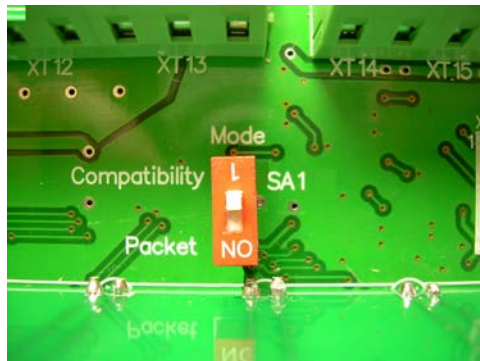

Рисунок 5.1 – Переключатель «Mode»
5.3 Для использования MP1 в качестве модуля, увеличивающего количество выходных устройств МВУ8, необходимо установить переключатель «Mode» внутри корпуса на нижней плате в режим «**Compatibility**» (см. рисунок 5.1), а далее подключить его в соответствии с п.п. 4.4 – 4.5.